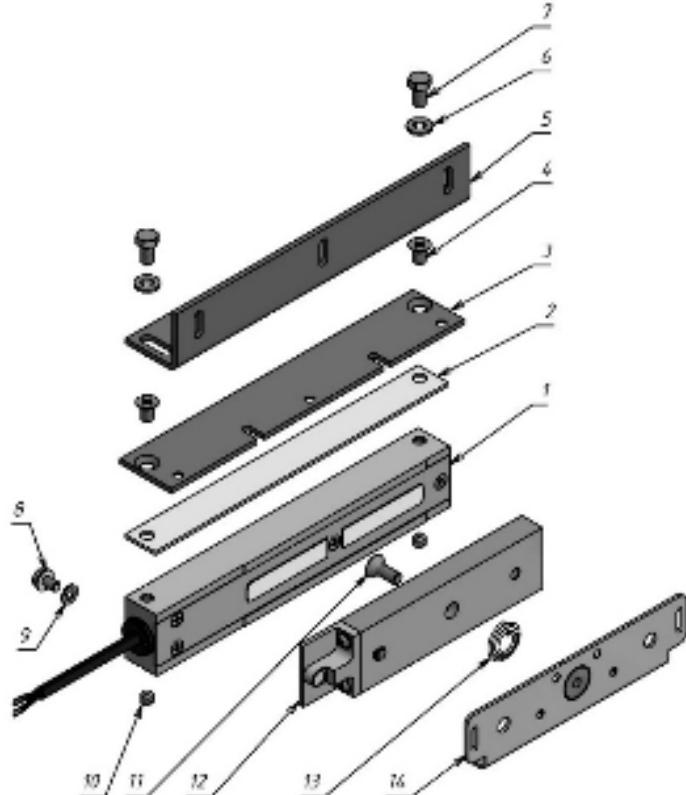
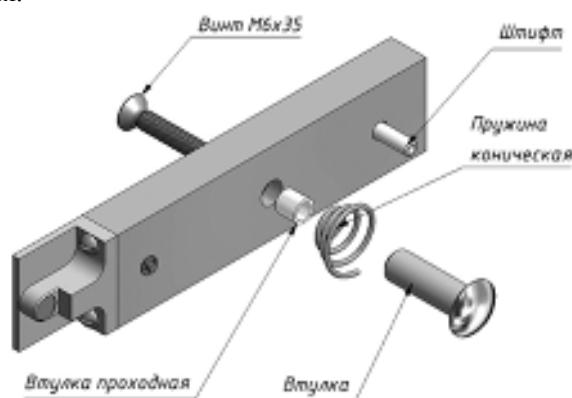

Рисунок 1 – Комплект поставки
Рисунок 2 - Комплект крепления якоря якоря
4.1 В комплект поставки замка входят (рисунок 1):
- корпус (1)	1 шт.
- планка (2)	1 шт
- пластина монтажная (3)	1 шт.
- винт M6x10 потайн. (4)	2 шт.
- угольник (5)	1 шт.
- шайба 6 (6)	2 шт.
- болт M6x12 (7)	2 шт.
- винт заземления M5x8 (8)	1шт.
- шайба 5 (латунь) (9)	2 шт.
- винт M6x6 уст. (нерж.) (10)	2 шт.
- винт M6x16 (потайн.) под ключ S4 (11)	1 шт.
- якорь (12)	1 шт.
- пружина коническая (13) (из комплекта крепления якоря)	1 шт.
- пластина крепления якоря (14)	1 шт.
- комплект крепления якоря (рисунок 2)	1 шт.
Замок состоит из корпусной части и якорной части (рисунок 1). Для обеспечения эксплуатационных характеристик рабочие поверхности корпуса и якоря должны быть совмещены и плотно прилегать друг к другу при закрывании двери.
Корпус замка может крепиться при помощи угольника (5) или через монтажную пластину (3) (рисунок 1). Если позволяет конструкция места монтажа, допускается крепление непосредственно через крепежные отверстия в корпусе замка (резьба M6), длина винтов в этом случае определяется по месту, при этом в тело корпуса винты должны входить не более чем на 8мм.
- с помощью комплекта крепления якоря с отверстиями в двери для винта крепления якоря и фиксирующего штифта (рисунок 2);
- без отверстий в двери, с помощью монтажной пластины крепления якоря (12) (рисунок 1).